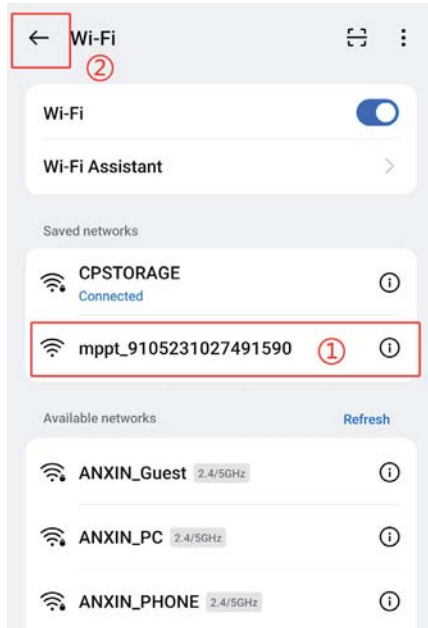

Abb.4-6
Klicken Sie auf "Verbindung prüfen" (markiert als ①) in Abbildung 4-4. Das System zeigt automatisch ein Popup-Fenster wie in Abbildung 4-5 an. Klicken Sie auf "OK" (markiert als ②), um automatisch zur WiFi-Einstellungsseite (Abbildung 4-6) zu gelangen, oder führen Sie manuell die Einstellungen in der WiFi-Einstellungsseite durch.
Sie müssen die Einstellungen manuell auf der WiFi-Einstellungsseite vornehmen (Abbildung 4-6) und dann zur App zurückkehren (Abbildung 4-4).
1) In Abb. 4-6 wählen Sie das Netzwerk aus, das mit "mppt" beginnt (markiert als ①), und klicken Sie auf Verbinden. Das genaue Format des Netzwerks ist "mppt_" gefolgt von einer 16-stelligen Seriennummer (SN-Code), zum Beispiel: "mppt_9105231027491590". Wenn mehrere Netzwerke mit "mppt" beginnen und nicht unterschieden werden können, können Sie die Gerätekenzeichnung (QR-Code) scannen, um die SN-Nummer zu identifizieren (siehe Abb. 4-7).